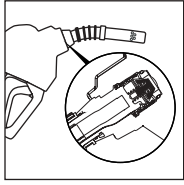

Ilustración 14
- ✓ Pérdida indicada en la punta del tubo de descarga. Los o-rings del adaptador del tubo de descarga pueden estar dañados (en pistolas con válvula para vapor). (Vea la ilustración 14)
- ✓ La punta de la manguera falla por nivel bajo. Se indica una pérdida en la punta del tubo de descarga. Las juntas tóricas del adaptador del tubo de descarga pueden estar dañados. (Vea la ilustración 14)